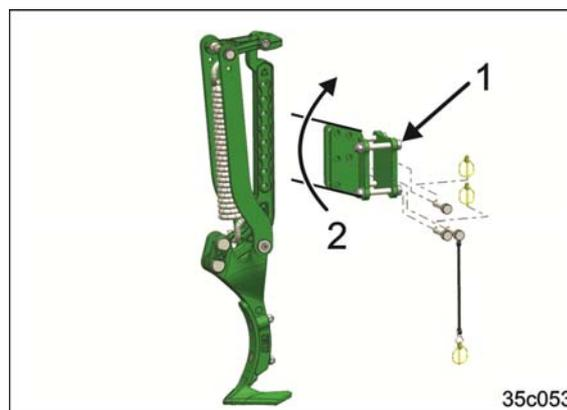

Fig. 127
5. Retirer les vis de fixation du logement de l'efface-traces (Fig. 127/1)
6. Tourner le logement de l'efface-traces vers le haut (Fig. 127/2)
7. Monter et serrer les vis de fixation du logement d'efface-traces (Fig. 127/1)